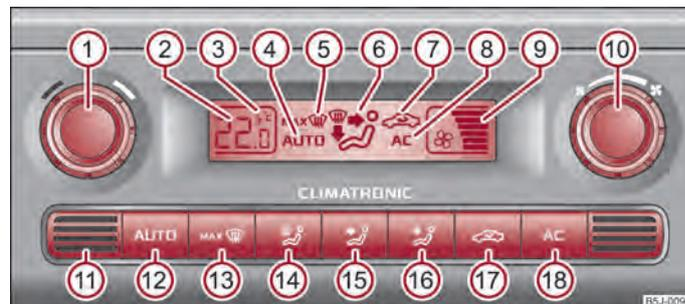

Abb. 80 Climatronic: Bedienelemente
- Drücken Sie die Taste  ⇒ Abb. 80.
Drücken und halten Sie gleichzeitig die Tasten  und  ⇒ Abb. 80. Im Display erscheinen die Angaben in der gewünschten Temperatur-Maßeinheit.
- Drücken Sie die Taste **(MAX)** ⇒ Abb. 80.
- Drehen Sie mit dem Drehregler **⑩** ⇒ Abb. 80 nach links (Gebläsedrehzahl verringern) bzw. rechts (Gebläsedrehzahl erhöhen).
- Drücken Sie die Taste   ⇒ Abb. 80, im Display wird  angezeigt.